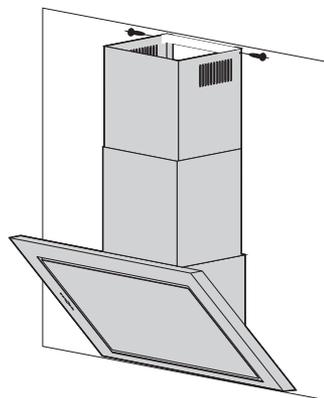

Рис. 14
9. Поместите внутренний декоративный короб в наружный. Установите наружный короб на корпус вытяжки и закрепите его винтами. Внутренний короб поднимите вверх до совмещения узлов крепления короба и планки и соедините их винтами (рис. 14).